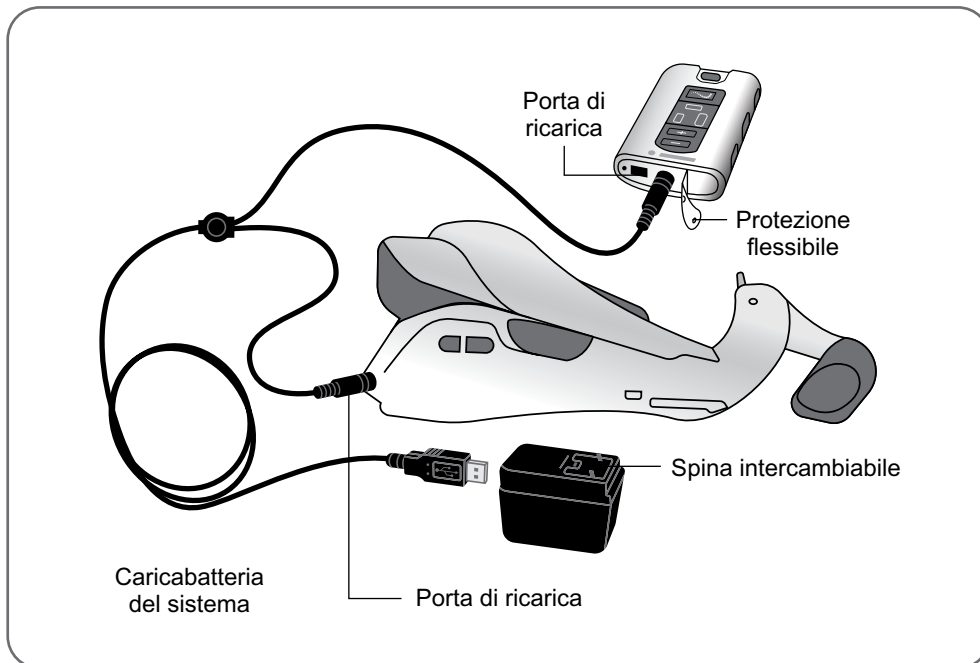

Figura 8-3 - Predisposizione per la ricarica
3. Collegare il caricabatteria alle porte di carica dell'ortosi e dell'unità di controllo. La porta di carica dell'unità di controllo si trova sotto il protezione flessibile (Figura 8-3).